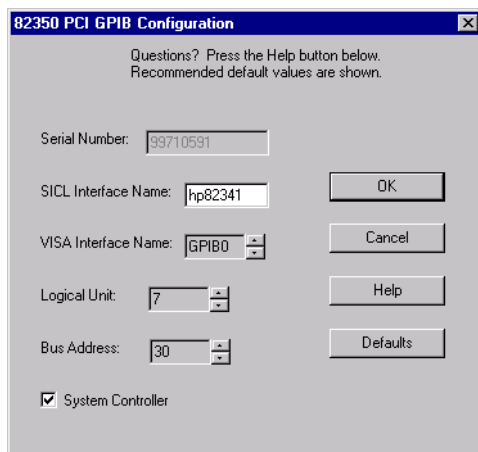

Figure 17 Configuration de la carte d'interface GPIB pour l'utilisation avec la ChemStation Agilent
- 7 Entrez “hp82341”, pour le nom d'interface SICL, entrez “30” pour l'adresse de bus et cochez “System Controller” comme indiqué sur la Figure 17. Notez que le dialogue varie avec le type de la carte interface GPIB installée.
Utilisez les paramètres suivants pour configurer les cartes d'interfaces Agilent 82350 avec la ChemStation Agilent. Les champs qui apparaissent à l'écran dépendent de la carte d'interface présente. Voir la Figure 17, page 57.